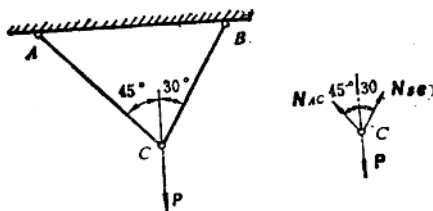

图 1.17
1.17 图1.17示结构中AC、BC均为直径 $d = 20\text{mm}$ 的圆截面直杆, 两杆材料均为A₃钢, 许用应力 $[\sigma] = 160\text{MPa}$, 求此结构的许可载荷。